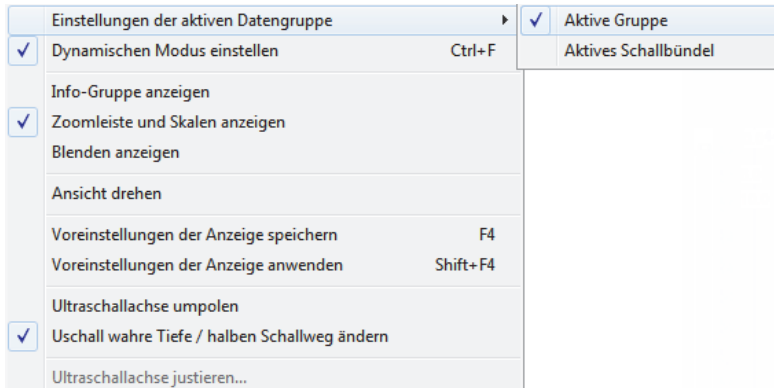

Abbildung 4-17 Auswahl der aktiven Gruppe
1. Klicken Sie mit der rechten Maustaste in die Titelleiste der Ansicht und wählen Sie unter Einstellungen der aktiven Datengruppe **Aktive Gruppe** aus (Abbildung 4-17 auf Seite 118).